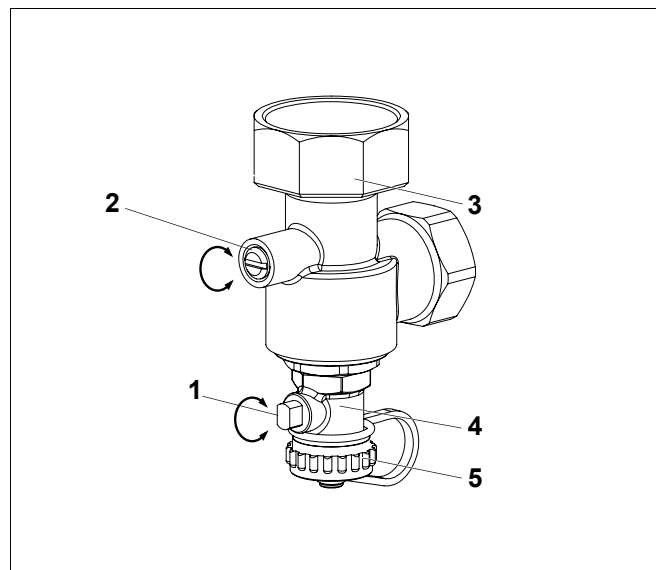

Рис. 11 Угловой обратный клапан
- Повернуть шлиц на головке винта (рис. 11, **поз. 2**) углового обратного клапана (рис. 11, **поз. 3**) в вертикальное положение (всегда открыто).
- Отвернуть крышку (рис. 11, **поз. 5**) крана для заполнения (рис. 11, **поз. 4**), накрутить шланг для заполнения и перевести вороток (рис. 11, **поз. 1**) на кране в вертикальное положение (открыто).
- Медленно заполнить установку через кран для заполнения (рис. 11, **поз. 4**).
- Перевести шлиц на головке винта (рис. 11, **поз. 2**) углового обратного клапана в горизонтальное положение (рабочее состояние).
- Продолжить заполнение установки через кран для заполнения (рис. 11, **поз. 4**).
- После заполнения установки закрыть кран (рис. 11, **поз. 4**).